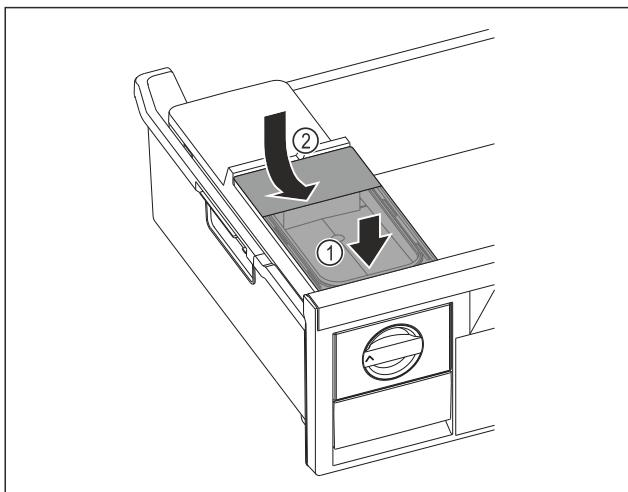

Fig. 92
- Nasadte vpředu nádržku na vodu. Fig. 92 (1)
- Spusťte nádržku na vodu vzadu dolů. Fig. 92 (2)